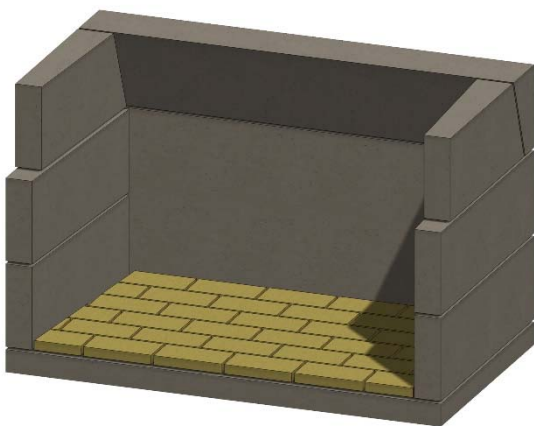

Figura 15. Ladrillo refractario para el suelo
H. Forre el hogar, utilizando ladrillos refractarios divididos y juntas de mortero de 1/4 pulgada. Instale primero los ladrillos refractarios en el suelo, con 1/4 pulgada de Stone Age Multi-Purpose Ready-Mix u otro mortero de alta temperatura. Véase la figura 15.